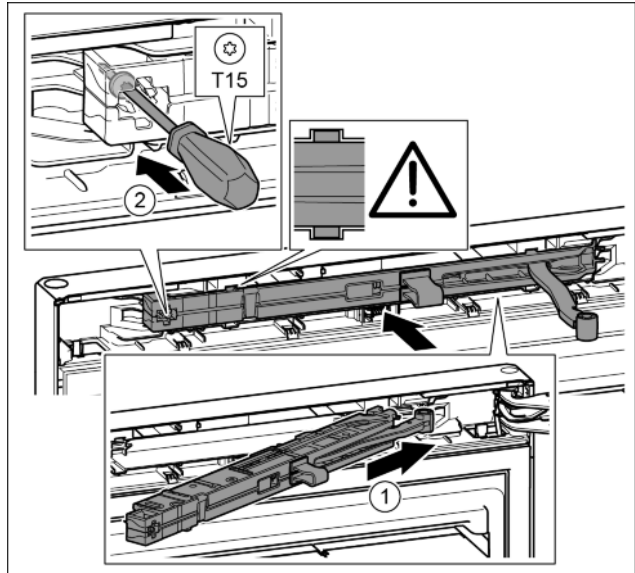

Fig. 44
- ▶ Schließdämpfereinheit auf der Lagerbockseite bis zum Anschlag schräg in die Aussparung einschieben. Fig. 44 (1)
- ▶ Schraube mit einem Schraubendreher T15 festschrauben. Fig. 44 (2)